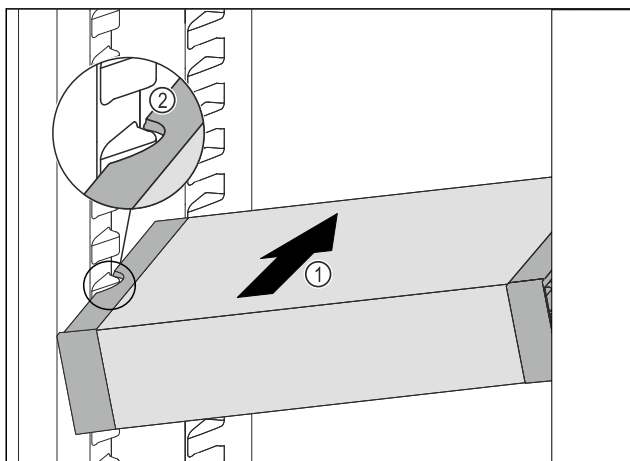

Fig. 93
- Skub VarioSafe skråt ind i kølesektionen, Fig. 93 (1) indtil udsparingerne i siden Fig. 93 (2) på VarioSafe er på niveau med beholderribben i kølesektionen.